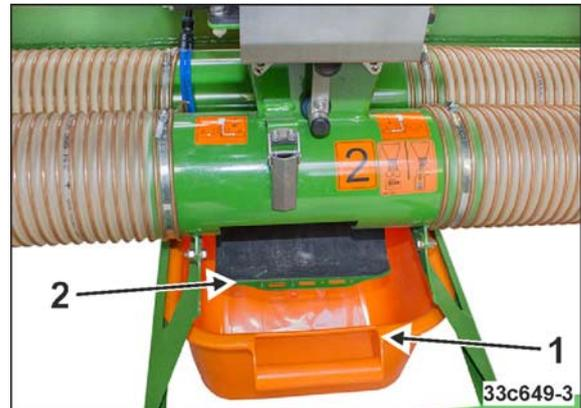

Fig. 150
4. Je eine Abdrehwanne (Fig. 150/1) in die Halterung unter jeden Dosierer schieben.
5. Die Spannhaken lösen und die Klappen der linken Förderstrecke öffnen (Fig. 150/2).